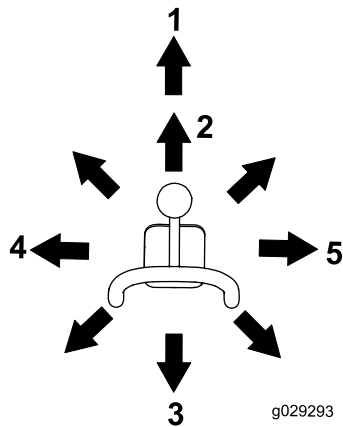

Figura 10
- Pentru a înclina dispozitivul de ataare în față, micai încet maneta spre dreapta (Figura 10).
- Pentru a înclina dispozitivul de ataare în spate, micai încet maneta spre stânga (Figura 10).
- Pentru a coborî braele încărcătorului, micai încet maneta spre față (Figura 10).
- Pentru a ridica braele încărcătorului, micai încet maneta spre înapoi (Figura 10).
- Pentru a coborî braele încărcătorului într-o poziie de blocare (deasupra solului), împingei maneta complet înainte (Figura 10).